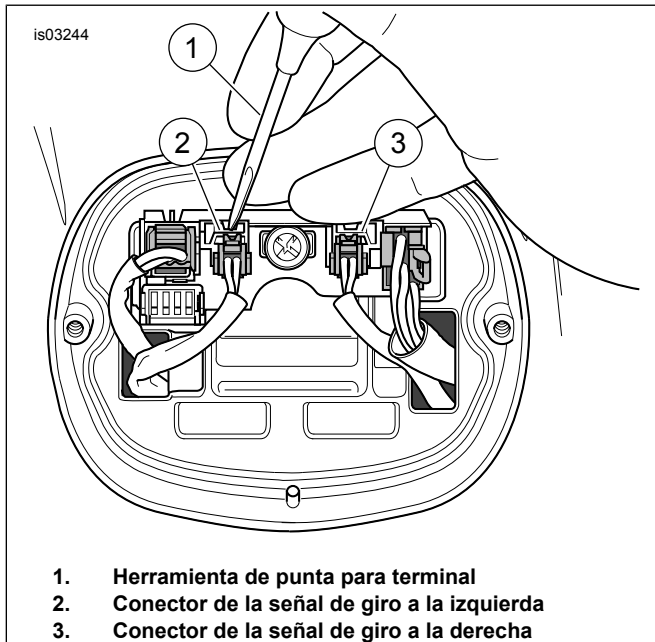

Figura 3. Extracción de los conectores de las señales de giro
4. Vea la Figura 3. Usando una herramienta de punta para terminal (1) presione las lengüetas de bloqueo y desconecte los conectores de las señales de giro (2, 3) de la plaqueta.